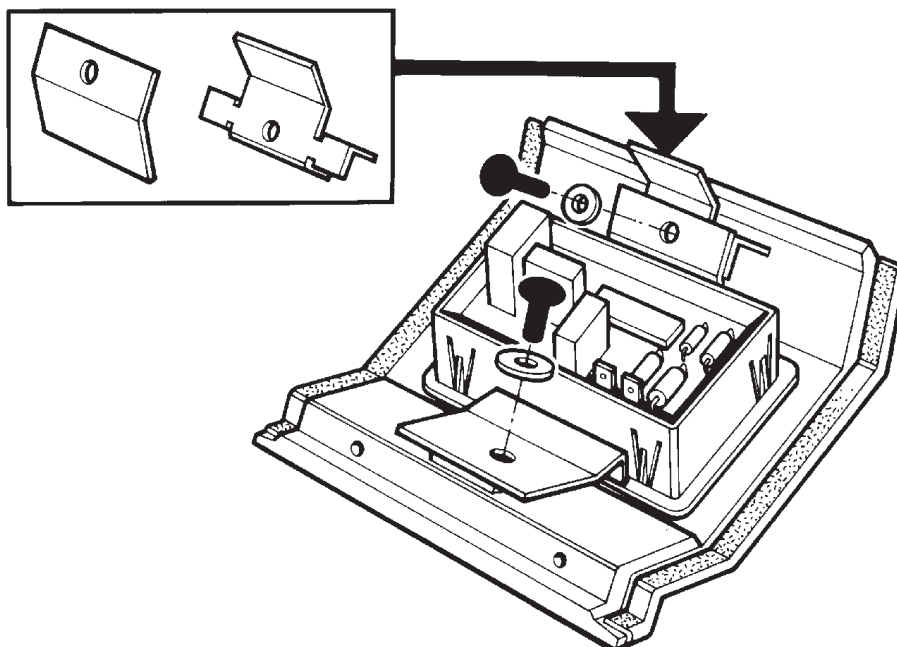

Fig. 23A
5. Pour enlever la minuterie : Enlevez les 2 vis illustrées à la Fig.23A.